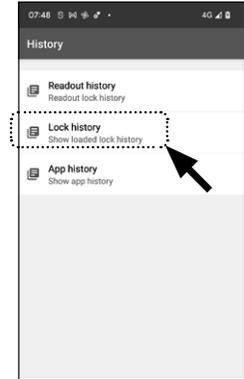

Abb. 131
⑨ Gehen Sie nun wieder im Menü einen Schritt zurück und tippen Sie auf den Punkt „Lock history“ (Abb. 131).